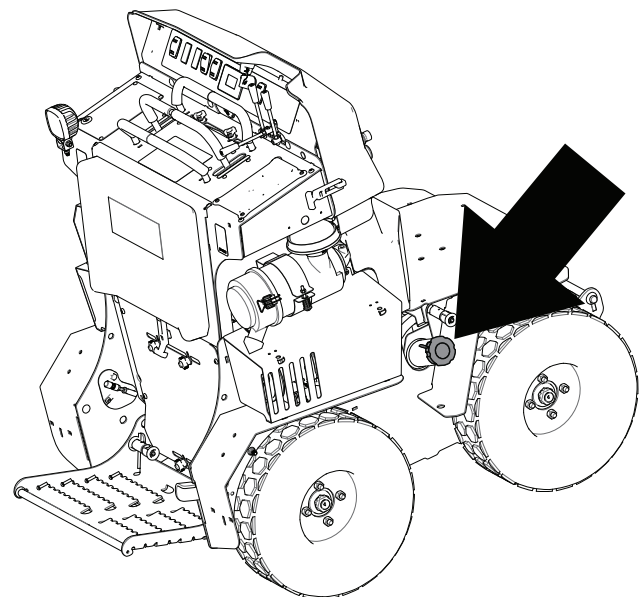

Bild 11
2. Reinigen Sie den Bereich um den Tankdeckel herum und nehmen Sie den Deckel ab (Bild 11).